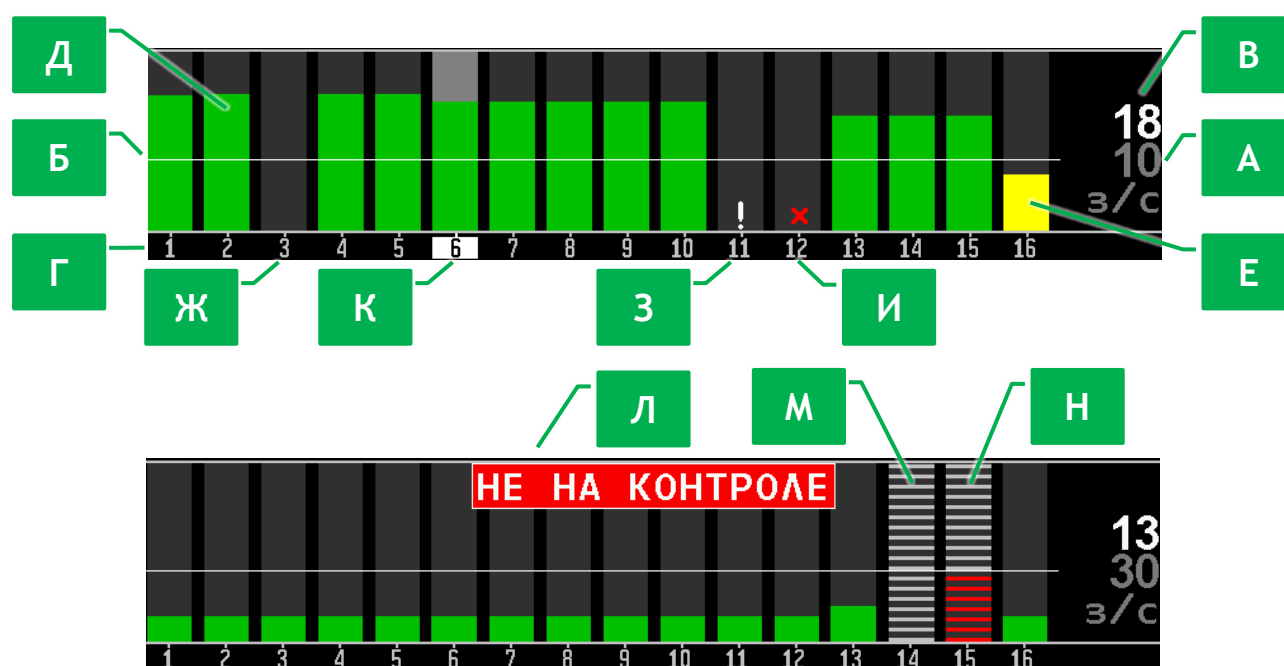

Рисунок 10 Диаграмма контроля высева в режиме контроля «Поток»
Для режима контроля «Поток» диаграмма состоит из следующих элементов (см. Рисунок 10):
- Зеленым цветом (см. Рисунок 10, п.[Д]), если поток семян больше заданного уровня (нормальное состояние).
- Желтым цветом (см. Рисунок 10, п.[Е]), если поток семян меньше заданного уровня (аварийное состояние).